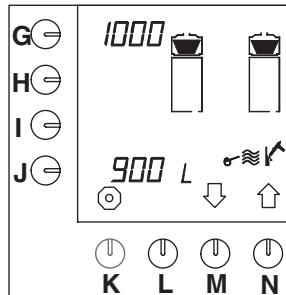

Abb. 52 Entkalkungsmeldung für das Kaffeebrühsystem
- Drücken Sie auf die Wahltaete (M.)↓, bis Abb.52 im Display erscheint.